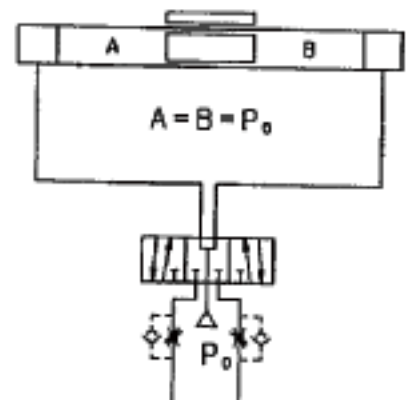

图5. 节流位置变更
- 3.在电磁阀后方设置速度控制器（节流阀），使气缸与电磁阀之间的大气开放部分变为背压状态。（参阅图5）